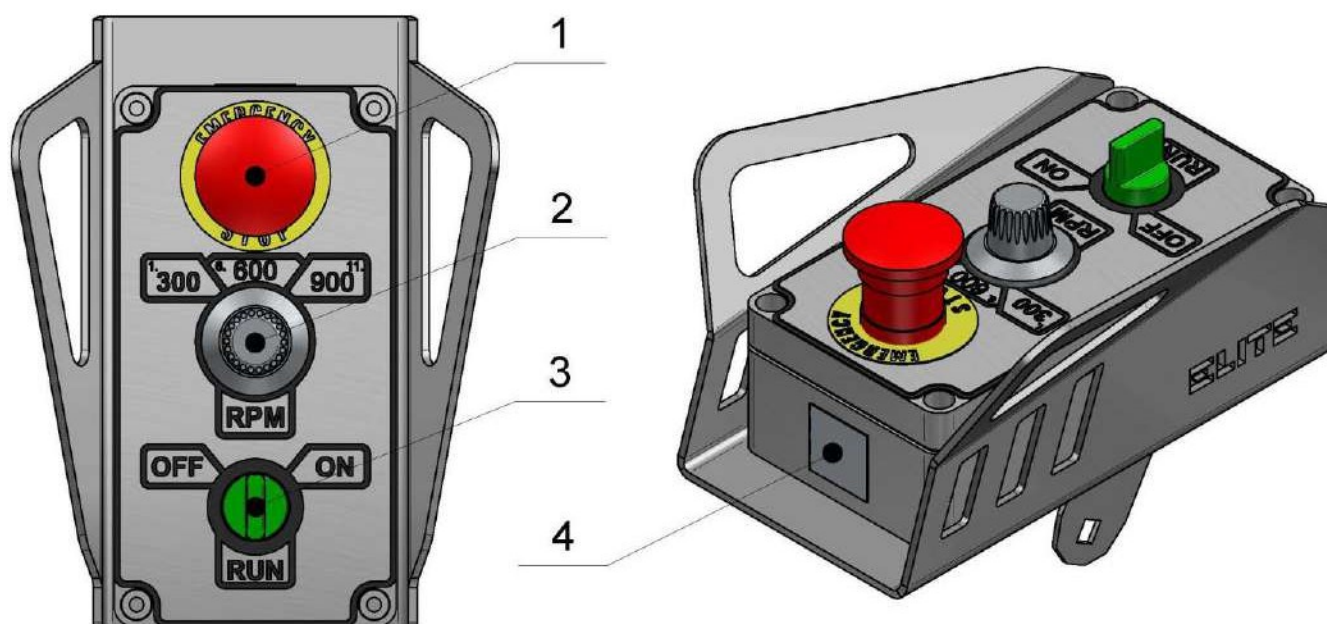

Figure 4.3
(1) (Fig. 4.3), vérifiez le potentiomètre (2) et assurez-vous qu'il est réglé sur la vitesse de travail. Si vous travaillez à sec, assurez-vous que votre machine est connectée à l'unité d'aspiration. Enfin, tenez fermement la machine et mettez l'interrupteur (3) en position de marche.
-Tourner l'interrupteur **ON/OFF** (3) (Fig 4.3) en position OFF, ce qui coupe la tension à l'inverseur.